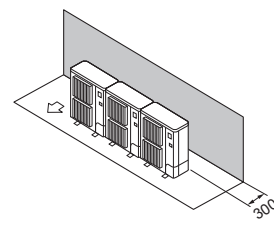

Fig. 2-9
- ① Кедергілер тек артқы жағында (Fig. 2-9)